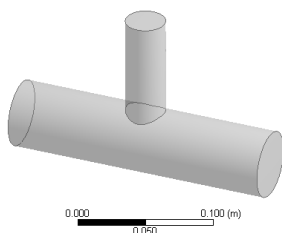

图 3-56 载入几何模型
Step7 :单击工具栏中的 General 按钮,如图 3-56 所示,此时会在绘图区中加载几何模型,同时 Tree Outline 中的 Import1 会变成 Import1,表示模型成功被加载。